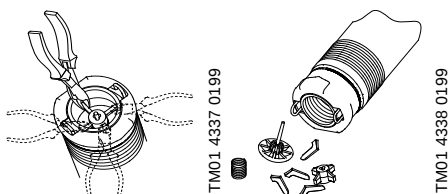

Fig. 7
1. Tagliare il supporto della sede valvola con una pinza tagliafilì o attrezzo simile, vedere fig. 7.